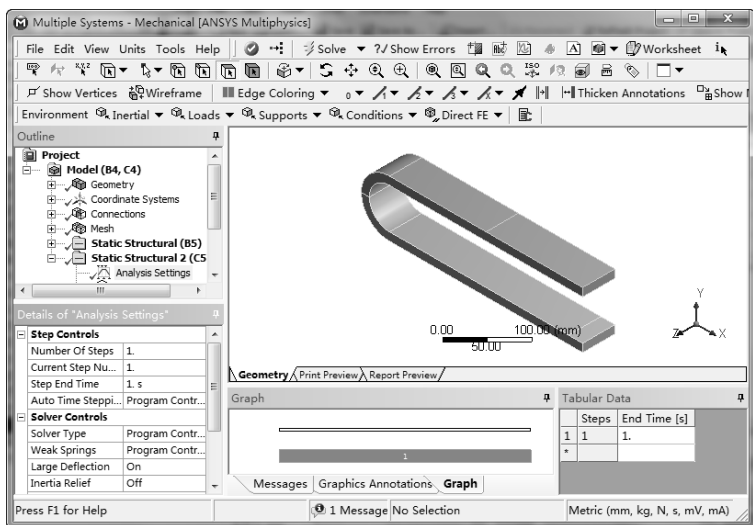

图 8-37 Mechanical 界面
2) 双击【Project Schematic (项目管理区)】中项目 C 的 C5 栏的【Setup】项，进入 Mechanical 界面。在【Outline (分析树)】中选择【Analysis Settings】节点，在窗口下方的详细设置窗口中设置【Large Deflection】为 On，如图 8-37 所示。